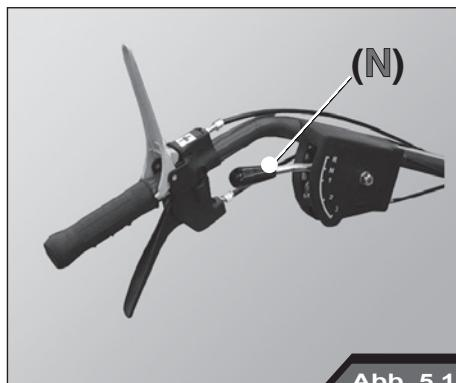

Abb. 5.1
- zu Ihrer eigenen Sicherheit muss der Gangschalthebel sich immer in der Leerlaufstellung befinden (**N**, Abb. 5.1).
- Überprüfen Sie zu Ihrer Sicherheit, dass der Maschinenvorlaufhebel (2) und der